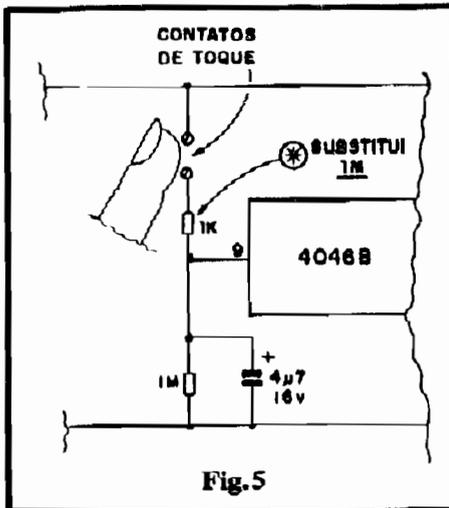
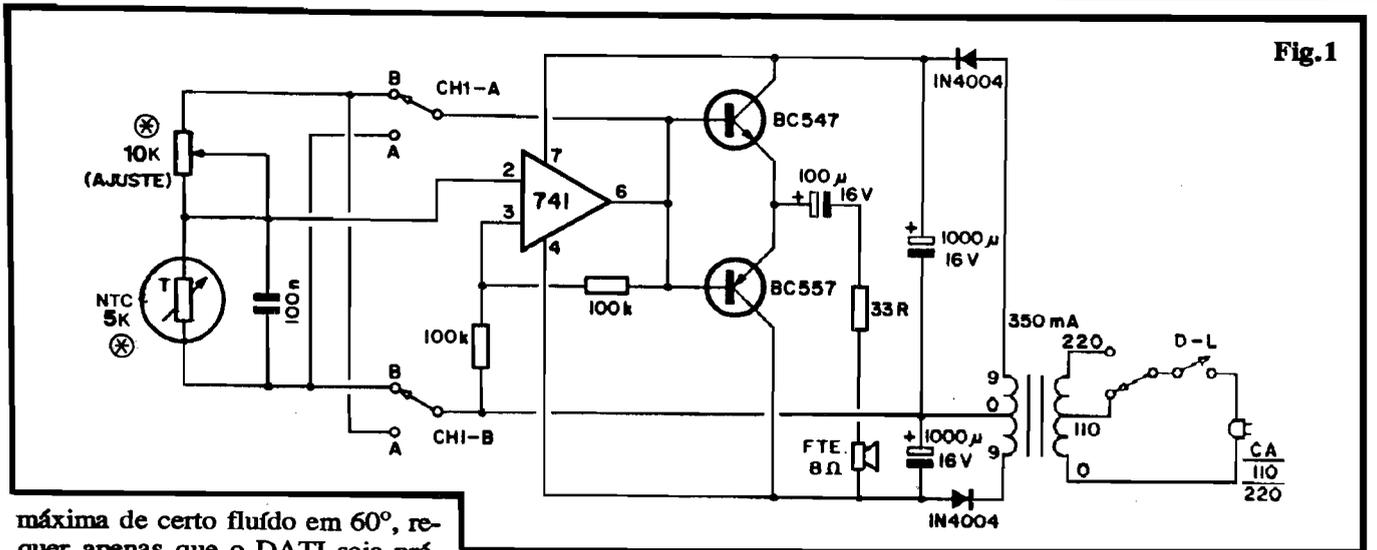

Fig.5
Fig.1
- FIG. 5 - CONTROLE POR TOQUE - Com a simples substituição de um dos resistores de 1M (o indicado pela seta/asterisco) por um valor de 1K, o push-button original poderá ser "economizado", aplicando-se em seu lugar
A baixíssima Corrente sobre os contatos de disparo (seja na configuração original, seja nos "conformes" da fig. 5), permite o fácil controle do circuito via micro-switches, REEDs, etc., versatilizando bastante as aplicações ou adaptações da MSP2... Alguns exemplos: adaptado num pequeno brinquedo, um simples contato excêntrico acoplado a um dos eixos de giro do dito brinquedo poderá exercer o comando do MSP2, dando grande realismo à manifestação da sirene...! Outra possibilidade: um REED (N.A.), controlado por ímã permanente próximo, poderá ser usado para desfechar o alarme, aproveitando-se qualquer dos dia, gramas básicos (figs. 1, 5 e/ou 6...).
- FIG. 1 - O CIRCUITO - O "velho" e "manjadíssimo" Integrado 741 é utilizado no núcleo do circuito, numa estrutura um tanto incomum: trabalha como oscilador